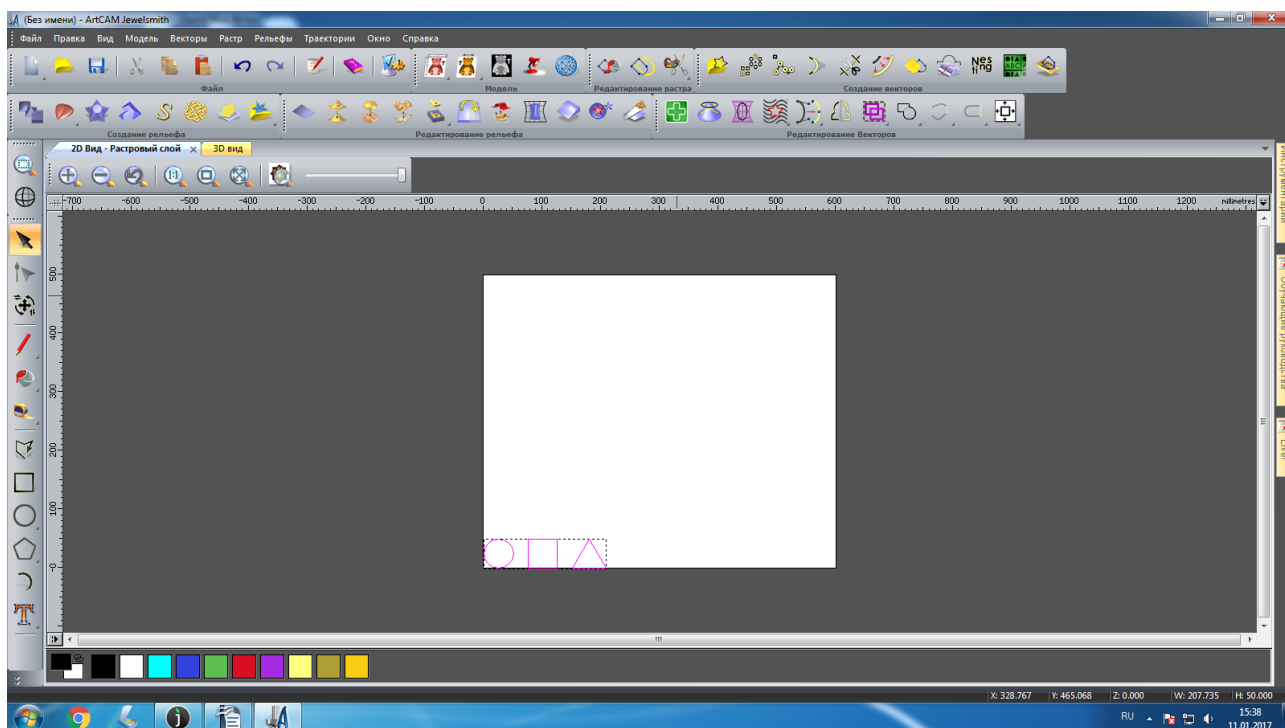

Рисунок 32. Выделение фигур
34. Выделите 3 фигуры одновременно, рисунок 32